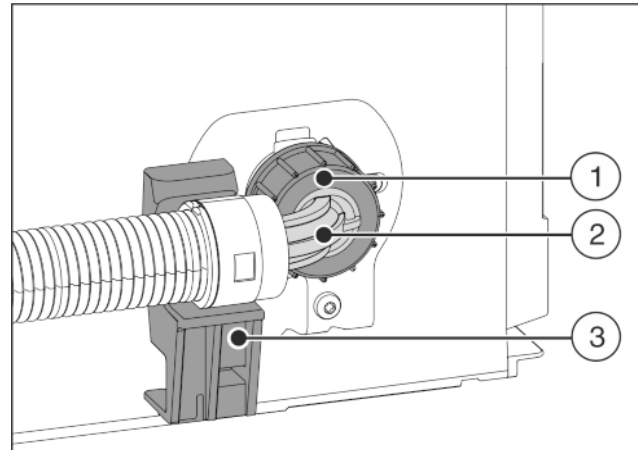

Fig. 22
- Abgewinkeltes Schlauchende Fig. 22 (2) horizontal am Halter Fig. 22 (3) positionieren und festhalten.
- Mutter Fig. 22 (1) mit der Hand auf Gewinde schrauben, bis ein sicherer, fester Sitz erreicht ist.